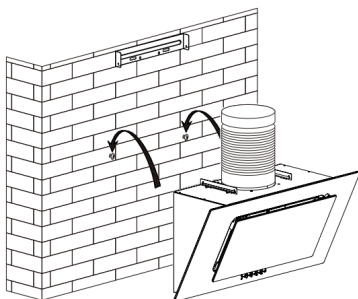

Рисунок 4
6. Повесьте вытяжку на стену в установленном положении, отрегулируйте её позицию и закрепите вытяжку с помощью 2 винтов ST 4×30 мм. См. рисунок 4.